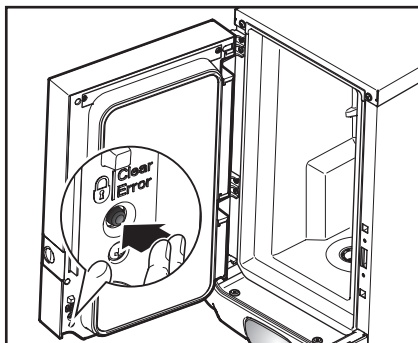

图 22
2. 按压 LOCK/CLEAR-ERROR 键（锁定/清除错误），以关闭饮料输出。（图 22）
3. 如要开通机器，按压 LOCK/CLEAR-ERROR 键（锁定/清除错误），以便重新开通饮料输出。（图 22）